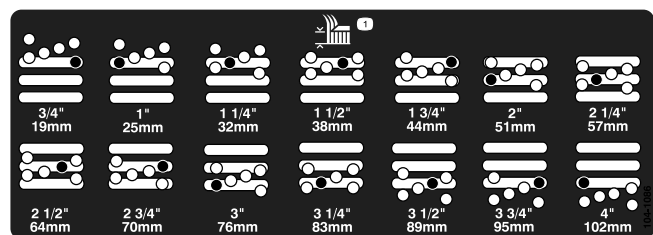

Рисунок 18
5. Переместите камеру на требуемую высоту скашивания и установите проставку в предусмотренные для этой высоты отверстие и паз (Рисунок 18).